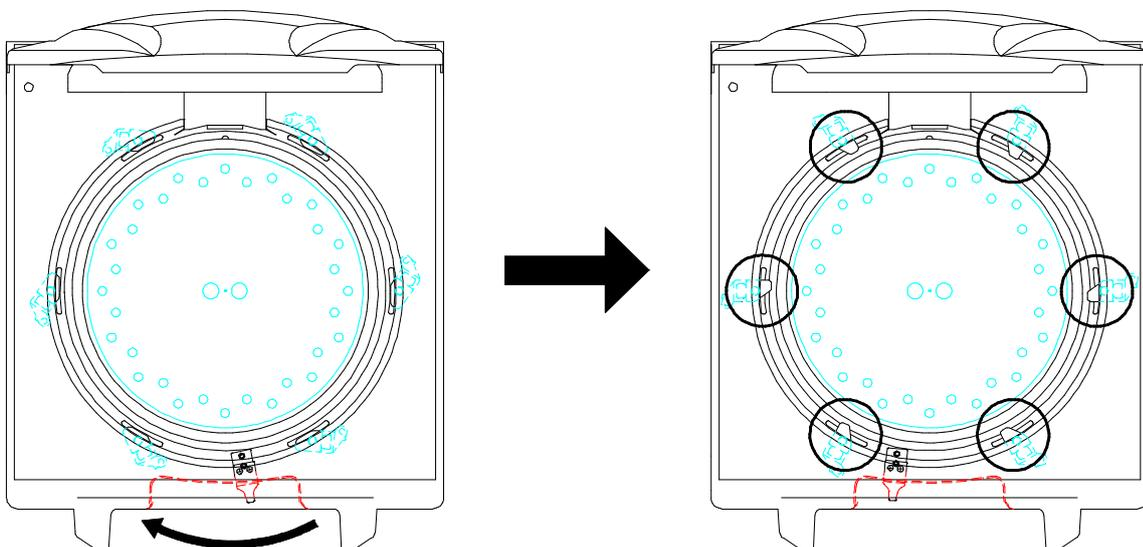

図1 CLS-40SDP/40MDP/40LDP クランプ6個
2. 「閉」位置(左端)にフタロックレバーをゆっくりスライドさせたとき、全てのクランプが図1・2のようにロック位置に回転することを確認してください。クランプがロック位置にあれば、シリコン皿の穴からクランプが見えます。